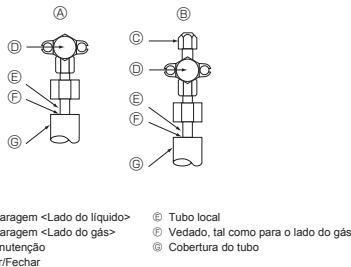

Fig. 5-4
5.4. Teste de vedação ao ar do tubo de refrigerante (Fig. 5-4)